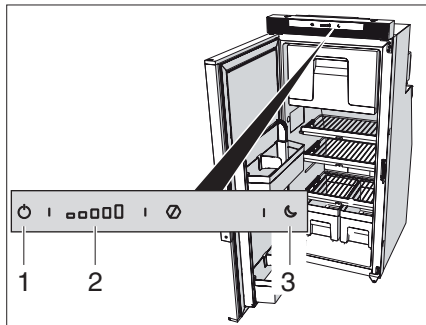

Bild 89 Bedienelemente im Kühlschrank
- ▶ Die Taste Ein/Aus (Bild 89,1) drücken und einige Sekunden gedrückt halten.
- ▶ Symbole auf der Temperatur-Einstelltaste Kühlschrank (Bild 89,2) drücken oder schieben, um die gewünschte Kühlstufe zu wählen.